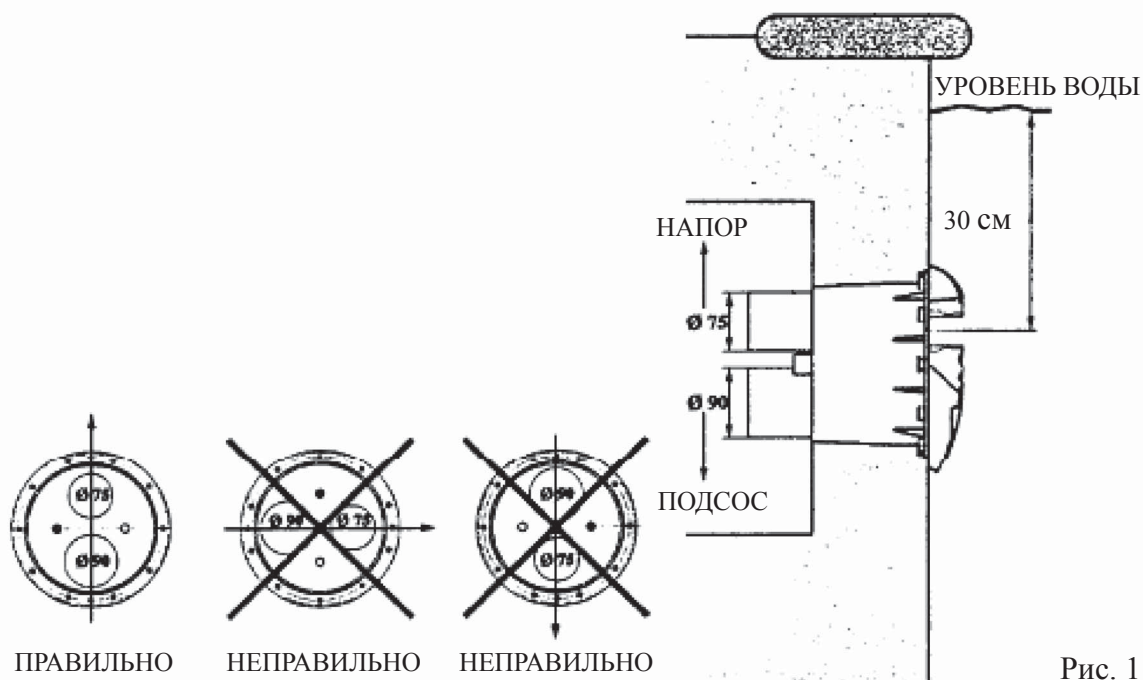
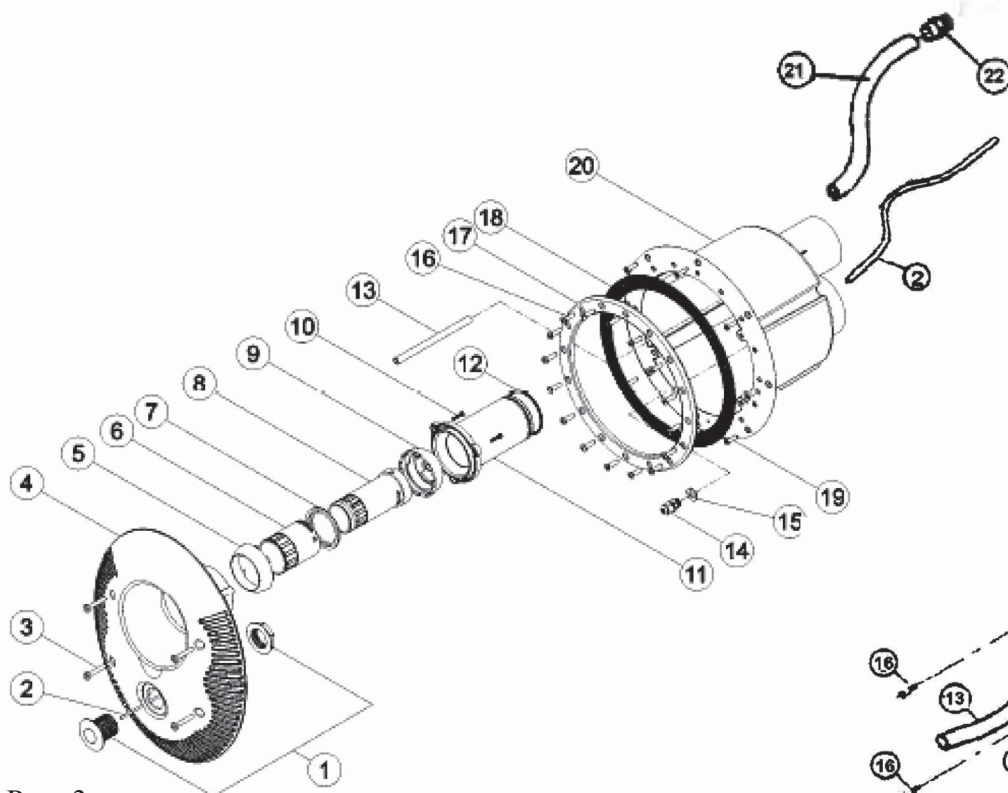
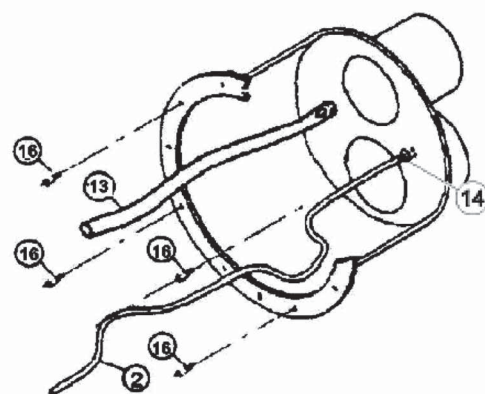
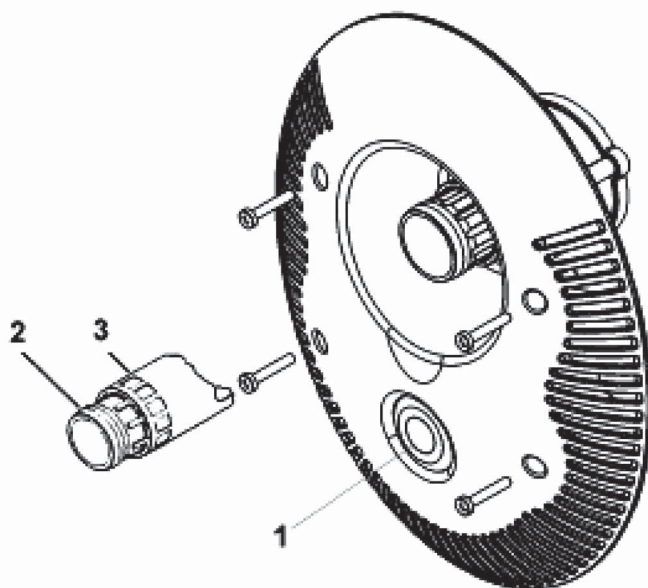

Рис. 1
Рис. 3
Рис. 4
Рис. 6
На рисунке 1 К Вашему сведению обозначено как правильно выбрать местоположение блока противотока в процессе установки. Напорное отверстие диаметром 75 мм и всасывающее отверстие диаметром 90 мм должны быть расположены так, чтобы сторона с напорным отверстием (диаметром 75 мм) была установлена выше, чем сторона с всасывающим отверстием (диаметром 90 мм) см. рисунок 1. Противоточный агрегат установите так, чтобы середина отверстия форсунки была 30 см под уровнем воды (см.рис.1). Эти указания совершенно необходимо соблюдать и согласно с ними агрегат установить, чтобы оборудование правильно работало.
На блок противотока (поз. 20 рис. 3) приклеить шланг (поз. 21 рис. 3) и поместить в технологическое пространство (колодец). Концы шлангов закройте от попадания бетона. Блок противотока поз. 20 рис. 3 установите как показано на рис. 2а, в отверстие в бетоне или бетонной стене, или в опалубке для бетона без фланца и прокладки. Как только блок прикреплен к стене, проводите мероприятия в соответствии с п.4 инструкции и установите пневмовод и воздуховод.
Прокладку (поз. 18 на рис. 3) плотно прижмите к блоку противотока (поз. 20 на рис. 3) с помощью 2 винтов (поз. 19 на рис. 3), при этом пленка должна находиться между двумя прокладками (рис. 2b). Наконечник установить фланец (поз. 17 на рис. 3) и затянуть винты (поз. 16 на рис. 3), и только после этого можно вырезать отверстие в пленке на внутренней стороне фланца.
На стене бассейна подготовить отверстие диаметром 270 мм так, чтобы центр форсунки был 30 см под уровнем воды, как описывается в п. 2 и на рис. 1. Блок противотока поз. 20 рис. 3 установить с внутренней стороны бассейна в подготовленное отверстие. Блок прикрепите с помощью 8 самонарезных винтов поз. 19 рис. 3 на стену бассейна, как показано на рис. 2с.
Прокладку (поз. 18 на рис. 3) плотно прижмите к блоку противотока (поз. 20 на рис. 3) с помощью 2 винтов (поз. 19 на рис. 3) после установки пленки прикрепить фланец (поз. 17 на рис. 3) и затянуть винты (поз. 16 на рис. 3), только потом можно вырезать отверстие в пленке на внутренней стороне фланца.
На стене бассейна вырезать отверстие диаметром 230 мм так, чтобы центр форсунки был 30 см под уровнем воды, как описывается в п. 2 и на рис. 1.
Прокладку (поз. 18 на рис. 3) наклейте снаружи на стену бассейна и по этой шаблоне подготовьте отверстия для 16 винтов фланца (поз. 16 рис. 3).
Блок противотока (поз. 20 рис. 3) установите на бассейн снаружи и фланец (поз. 17 на рис. 3) прикрепите винтами (поз. 16 на рис. 3) с внутренней стороны, как показано на рис. 2d.
На шланг подачи воздуха наклеить переход (поз. 22 рис. 3) и установить обратный клапан (поз. 23 рис. 3). Важно установить обратный клапан на стену технологического колодца так, чтобы был исключен подсос нечистот (см. рис. 6). Как последнюю прикрепите гибкую трубку (поз. 13 рис. 3) вжатием на форсунку блока противотока (см.рис. 4).
Это подсоединение состоит из шланга (поз. 21 рис. 3), который служит для защиты трубочки пневматического выключения. Трубочку пневматического выключения всуньте в защитный шланг (шланг поз. 21 рис. 3) и протяните ее конец через отверстие к блоку противотока (поз. 21 рис. 3) и закрепите изолятором (поз. 14). Конец трубочки (поз. 2 на рис. 3) будет подключен к пневматическому выключателю (поз. 1 на рис. 3), расположенном на передней стороне блока противотока.
Комплектная передняя крышка поставляется в собранном состоянии и складывается из компонентов №1 - 12 (см. рис. 3). Исключение составляет прозрачная пневматическая трубка (поз. 2), которая уже установлена на блоке противотока (см. рис. 4).
- Подключить трубочку поз. 2, насунуть на стержень пневматической кнопки (поз. 1 на рис. 3).
- Подтянуть четыре винта (поз. 3 на рис. 3). После этого передняя крышка готова для пользования.
Как только противоток смонтирован в соответствии со всеми требованиями инструкции, становится ваш бассейн местом отдыха и развлечения благодаря радости и удовольствию, предоставляемому струями воды и пузырьками воздуха, которые создаёт наш агрегат. Находясь в бассейне, можно включать противоток нажатием пневматического выключателя (поз. 1 на рис. 6). Противоток можно установить для подачи струи воды или смеси воды с воздухом в зависимости от выбранной позиции передних форсунок (см. рис. 6). Только струя воды: Максимальный проток воды подается при повороте внутренней форсунки (поз. 2 на рис. 6) влево. Поворотом форсунки вправо сила давления воды снижается. Поток воды с воздухом: Для регуляции подачи воздуха поворачивайте внешнюю форсунку (поз. 3 рис. 6).
Подключение электроприбора к электрической сети может производить только квалифицированный специалист. Мотор должен быть подключен к электросети с помощью автомата перегрузки, который отвечает номинальным параметрам данного типа оборудования и остаточному напряжению 0,03 А. Напряжение электросети должно соответствовать данным, приведенным на щитке оборудования. Все металлические компоненты оборудования должны быть соединены и заземлены. Электрическая характеристика предохранительных элементов и нормативы должны соответствовать требованиям для мотора, который подключается через предохранительный элемент в соответствии с условиями эксплуатации. Необходимо соблюдать все приведённые изготовителем инструкции (см. обозначение на щитке). При установке трёхфазного мотора, подключение на клеммы обмотки мотора должно быть проведено звездой. Все входящие и выходящие кабели из распределительной коробки должны проходить через проходные изоляторы, которые предотвращают проникаемость влажности и грязи в распределительную коробку. Подключение кабелей должно проводиться посредством клемм. Панель электропневматического включения должен быть установлен на сухом месте, над уровнем воды и на расстоянии не более 7 м от пневматического выключателя на передней стороне блока противотока. Пневматическая трубка (поз. 2 на рис. 3) предназначена для подсоединения к электропневматическому выключателю на электропневматическом распределителе. Нужно тщательно проверить целостность и ровность трубки.